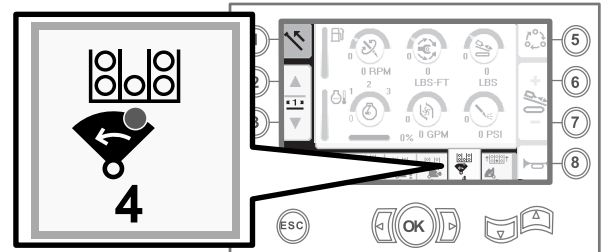

Figure 16
- Relâchez l'interrupteur à bascule pour passer à l'étape suivante dans la séquence (Figure 16).